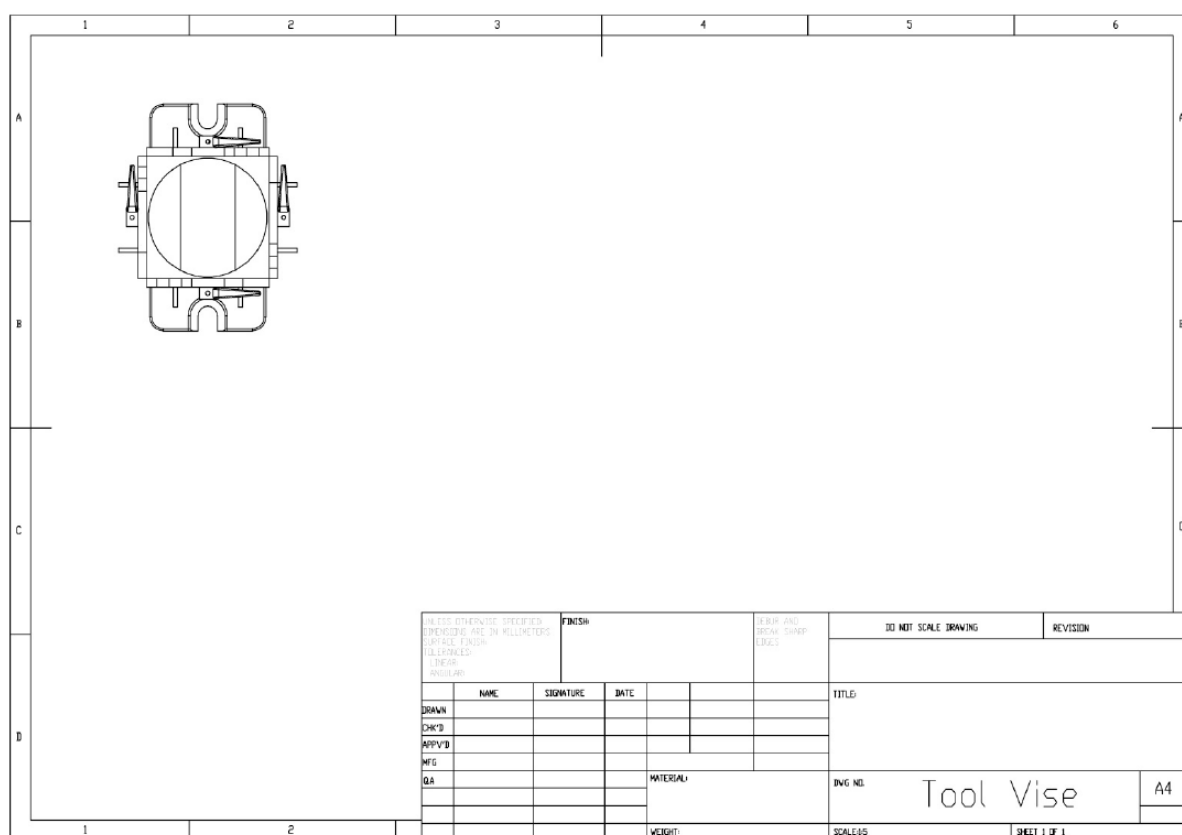

Рисунок 11.10 – Вид зверху, створений за допомогою інструмента Model View
- в) Створити новий документ креслення на основі документа збірки, використовуючи формат аркуша A4 Landscape, і згенерувати вид зверху (рис. 11.10).